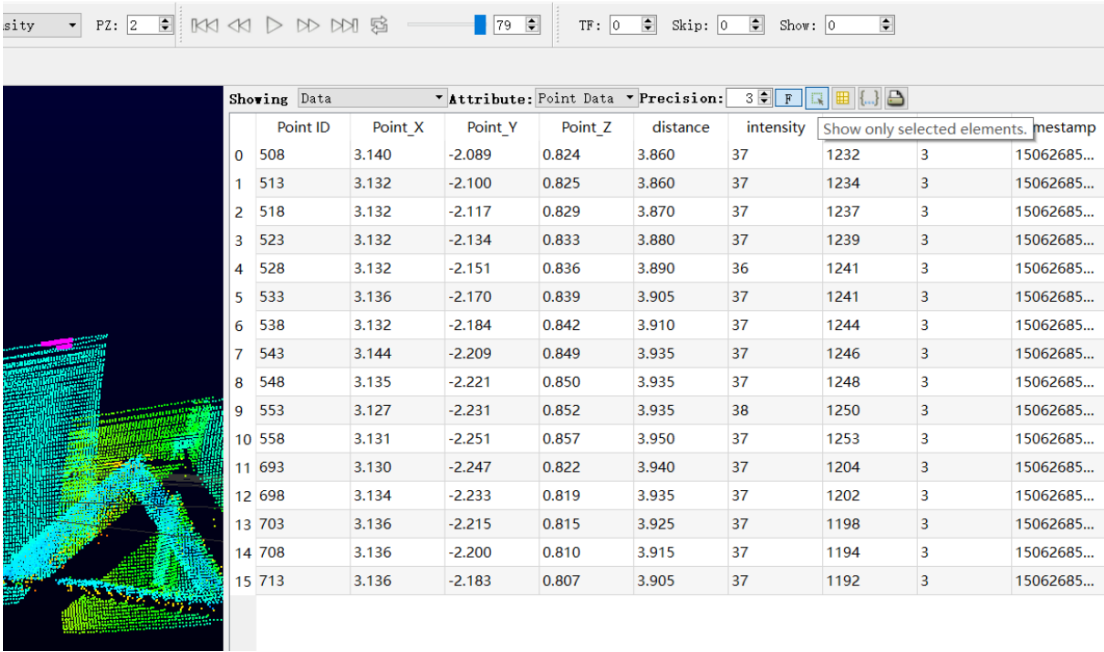

图 A-16 RSView show only elements 工具
5. 为了得到更为具体的分析，选择一帧您感兴趣的数据并且点击 **Spreadsheet** 按钮(图 A-16)。一个侧边栏数据表将会显示在软件中右边，在表中包含了这一帧所有的数据。